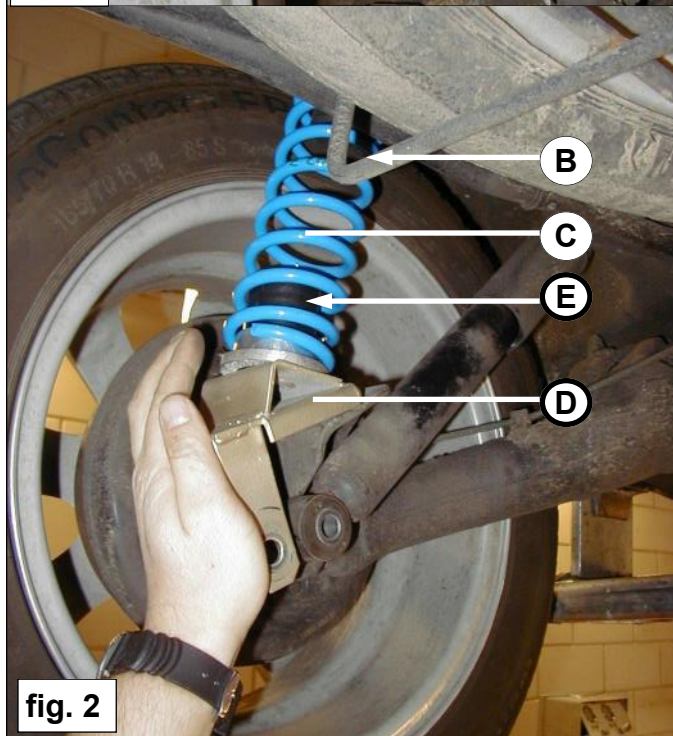

fig. 2
8. Tryck hjälpfjäder **C** kraftfullt mot fjädersäte **B** och placera fäste **D** på bärramen. Se fig. 2.